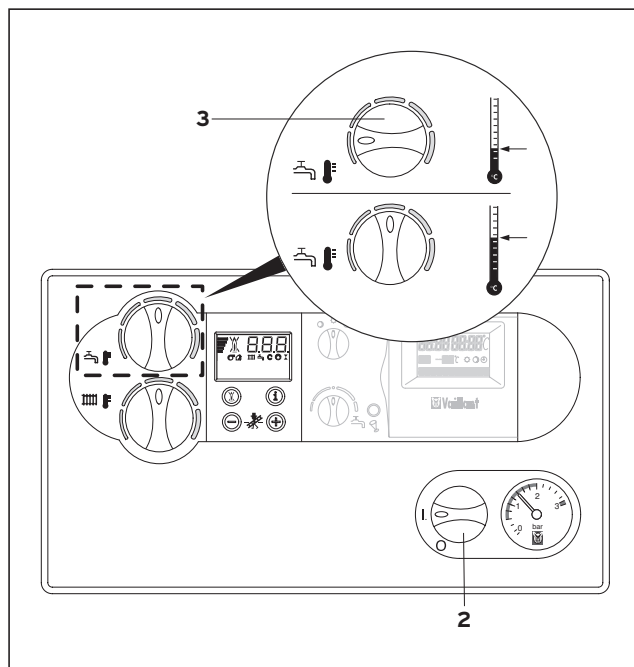

Fig. 3.6 Prepararea apei calde menajere cu aparate VUW
3.3.1 Prepararea apei calde menajere (fig. 3.6)